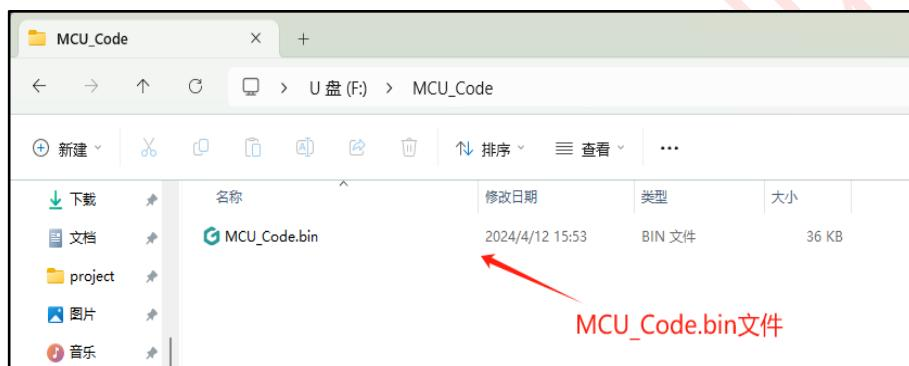

图 2-23：更新文档所在的储存目录
2、文件目录要求：格式化完成后，在 SD 卡根目录下建立 MCU_Code 文件夹，将需要更新的 MCU_Code.bin 文件放入对应的文件夹（文件和文件夹名称不能修改）如前面图 2-23 所示。